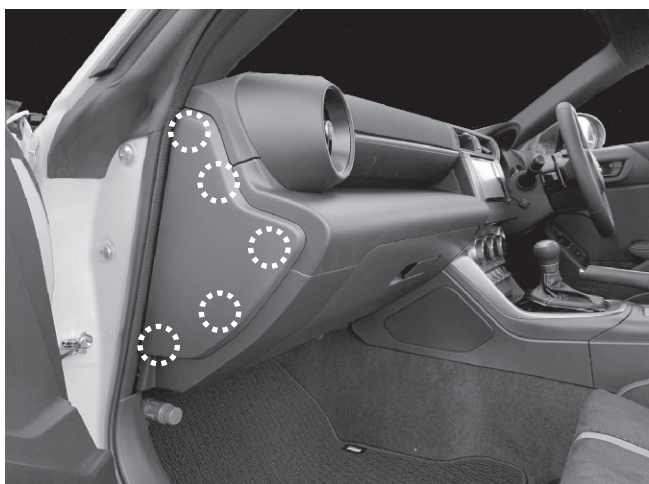

図2
- ② 助手席側の純正サイドパネルを取り外します。サイドパネルは白丸部分にかん合(ツメ)で固定されています。(図2)